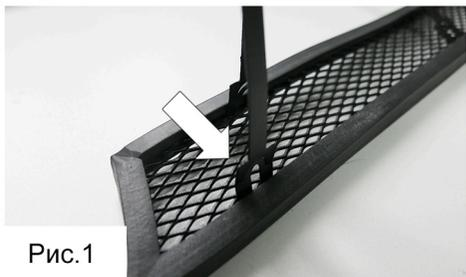

Рис.1
1. Придерживая пальцем резиновый контур, отогнуть все кронштейны на 90 градусов (Рис.1).